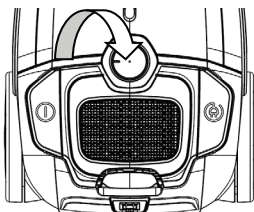

Fig. 5
Rotiți butonul de comandă a puterii de aspirație (13) (Fig 5).